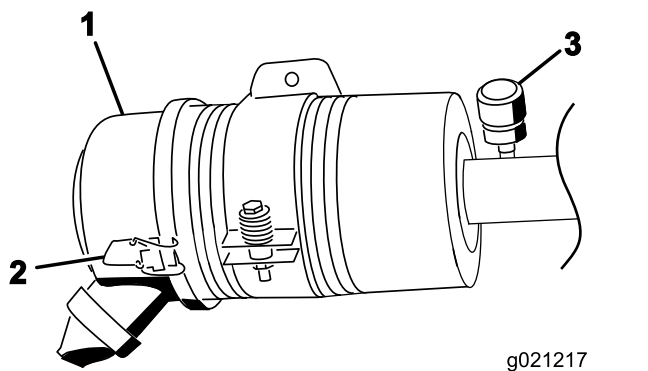

Figura 72
Effettuate la manutenzione del filtro dell'aria quando l'indicatore lo richiede (Figura 72). Sostituendo il filtro dell'aria prima del necessario si aumenta il rischio che la morchia penetri nel motore quando rimuovete il filtro.
1. Rilasciate i fermi che fissano il coperchio del filtro dell'aria al relativo corpo (Figura 72).